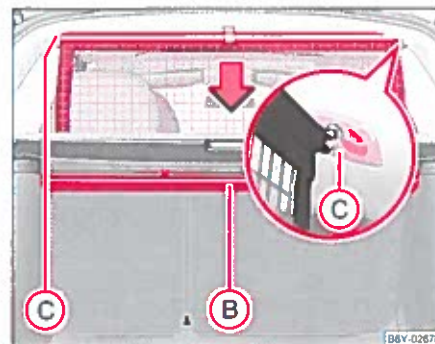

Fig. 62 Sammenrulning af netskillevæggen
- Træk tværstangen en smule bagud først i den ene side dernæst i den anden og tag den af holderne (C) ⇒ side 74, fig. 62.
- Hold tværstangen således at netskillevæggen kan rulles ind i huset (B) langsomt og uden at blive beskadiget.